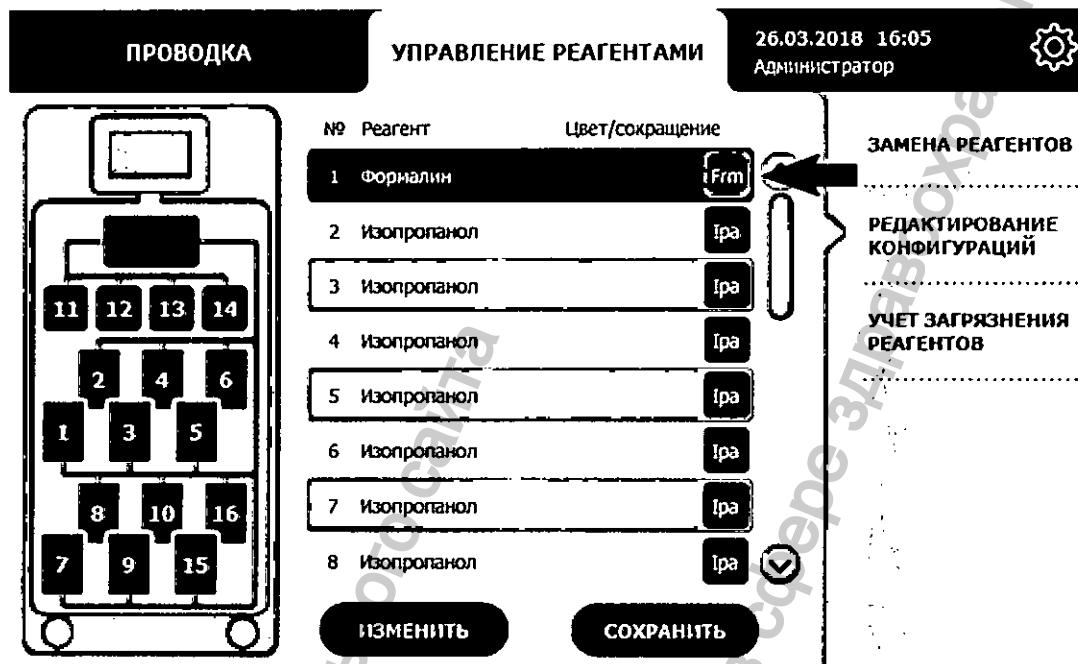

Рисунок 3.88. Выбор станции для изменения параметров реагента
1. Выберите требуемую станцию в списке на экране редактирования конфигураций (рисунок 3.88). Станция, выбранная в списке, также